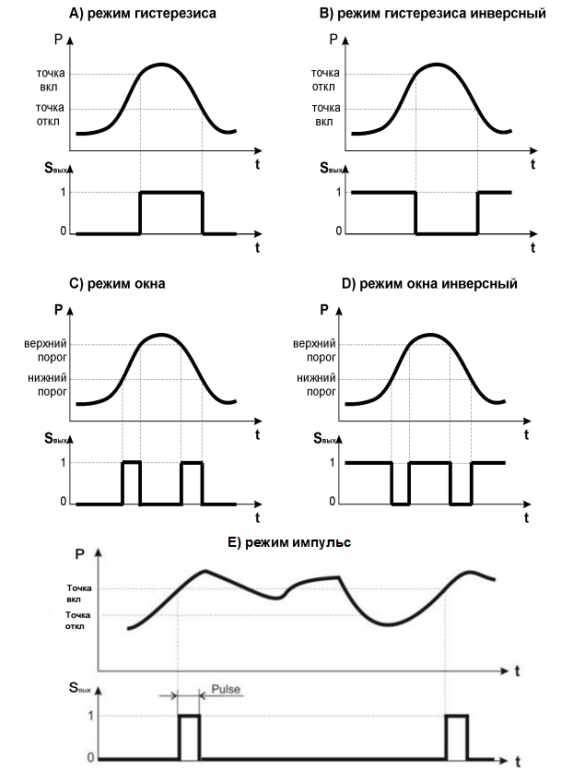

Рисунок 2. Режимы работы дискретного выхода (реле).
2.6. Режимы работы реле представлены на рис. 2. Стандартные установки релейного выхода: